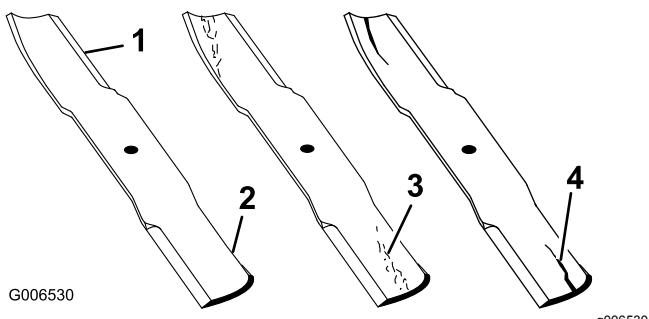

Figura 55
- Inspeccione los filos de corte (Figura 55).
4. Si observa fisuras, desgaste o la formación de una ranura en esta zona, instale de inmediato una cuchilla nueva (Figura 55).